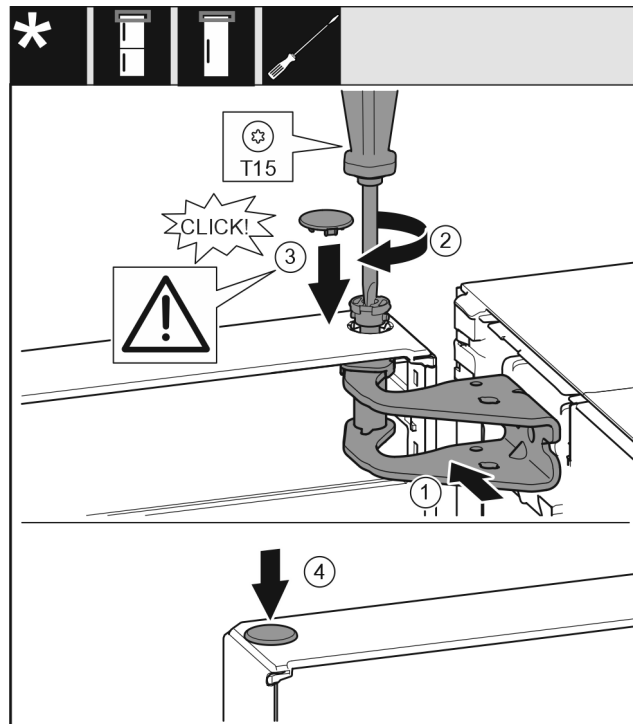

Fig. 21
- ▶ Justér døren foroven i forhold til åbningen i hængselbukken. Fig. 21 (1)
- ▶ Indsæt bolten Fig. 21 (2), og skru den fast med en skrue-trækker.
- ▶ Monter sikringsafdækningen Fig. 21 (3) til sikring af døren: Indsæt sikringsafdækningen, og kontrollér, om den hviler på døren. Ellers sættes bolten helt ind.
- ▶ Indsæt proppen Fig. 21 (4).